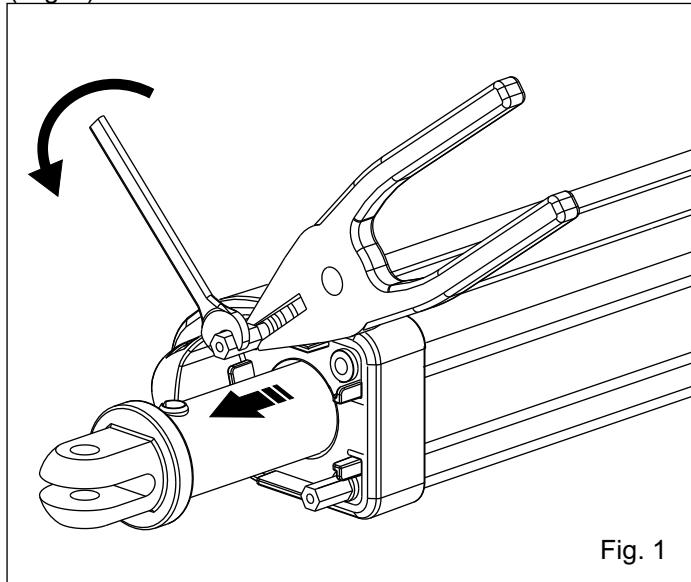

Fig. 1
1. Dévisser les 2 dés hexagonaux qui se trouvent sur l'opérateur ALPHA d'environ 3/5 mm ou seulement de l'essentiel pour insérer une pince à pointe pour bloquer le tirant intérieur, à ce point dévissé complètement les dés (Fig. 1).